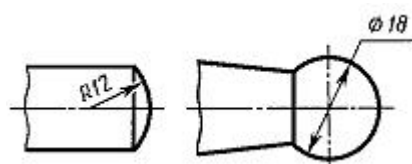

Рис. 34. Постановка размеров сферы.
Перед размерным числом диаметра (радиуса) сферы также наносят знак ϕ (R) без надписи «Сфера» (рис.34). Если на чертеже трудно отличить сферу от других поверхностей, то перед размерным числом диаметра (радиуса) допускается наносить слово «Сфера» или знак O, например, «Сфера $\phi 18$, O R12».